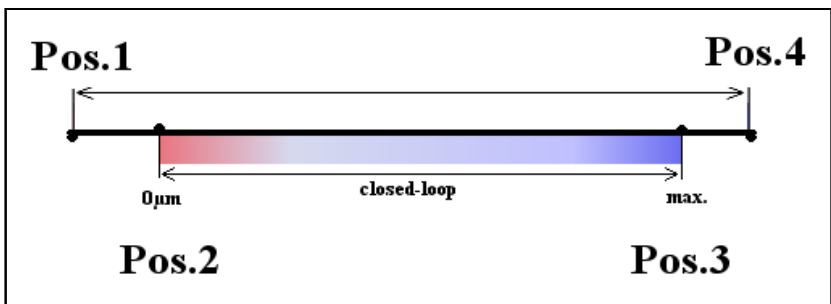

Abbildung 1: Übersicht Stellwege im geregelten und unregelmäßigten Betrieb
- alle Potentiometer befinden sich am linken Anschlag (Pos.1, siehe Abbildung 1)
- das Display zeigt die Position 1 des Aktors im unregelmäßigten Betrieb (siehe Abbildung 1)
des Aktors im geregelten Betrieb errechnet sich aus Position 3 – Position 2 (siehe *Abbildung 1* und Daten der Kalibrierung).